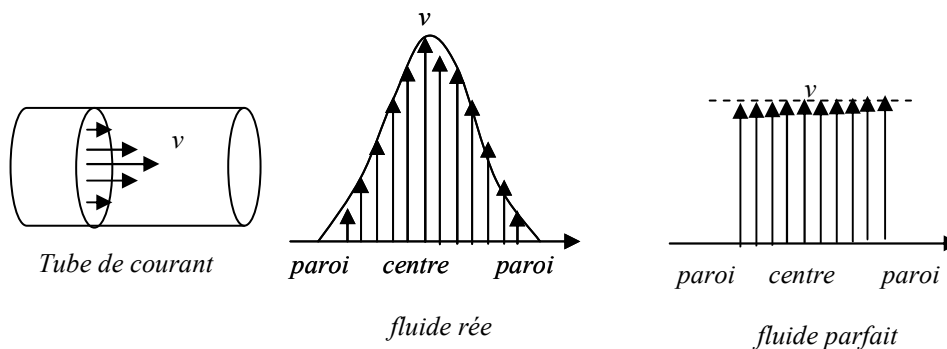

Fig.1 : Profil de vitesse
Un réservoir ouvert rectangulaire de 2m de large et 4m de long. Ce réservoir contient de l'eau à une profondeur de 2m et d'huile (SG=0.8) au-dessus de l'eau à une profondeur de 1m fig. 1.
2.1- Profil de vitesse : Le profil de vitesses donne la norme de la vitesse en fonction de l'éloignement de la paroi, ou à l'intérieur d'un tube de courant (fig.1):